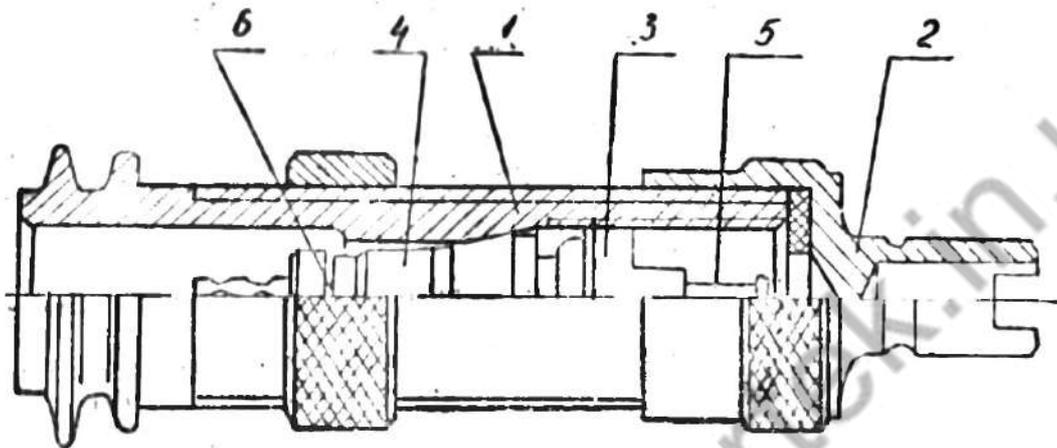

Рис. 24. Веловентиль золотничкового типа.
Пользоваться веловентильями (рис. 24) нужно следующим образом: отвернуть с корпуса (1) колпачок-ключ (2), имеющий на хвостовике прямоугольную прорезь, повернуть его хвостовиком к веловентилью, ввести хвостовик прорезью в выступ на ниппеле (3) золотникового клапана (4) и повернуть ниппель до упора. Затем снять колпачок-ключ, накрутить на корпус веловентилья шланг насоса, подсоединить к нему насос и накачать шину. После чего отсоединить шланг с насосом и накрутить на корпус колпачок-ключ. При этом не допускать попадания грязи во внутрь корпуса и на детали золотника. Попадание грязи на запорные элементы золотника может привести к утечке воздуха из камеры. При необходимости золотник промыть в чистом бензине с последующей сушкой на воздухе. Не пытаться разбирать золотниковый клапан, т. к. он выполнен неразборным. При промывке в бензине нужно несколько раз